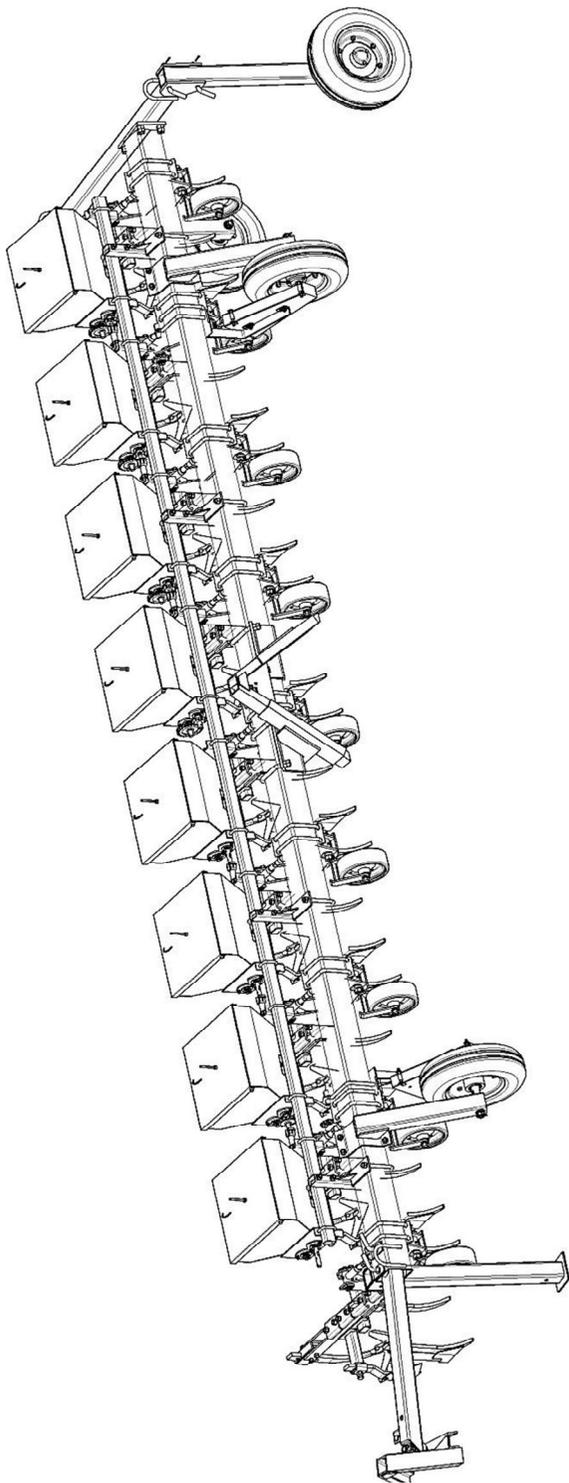

Рисунок 1 – Общий вид культиватора
3.1. Культиватор КРН-5,6А представляет собой навесную машину, состоящую из бруса, на который крепятся: замок автосцепки, два несущих колеса, семь секций рабочих органов (рис. 1).